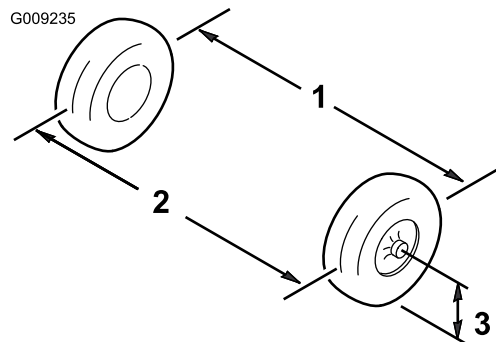

Figura 52
1. Meça a distância entre os pneus dianteiros à altura do eixo na zona dianteira e traseira dos pneus dianteiros (Figura 52).